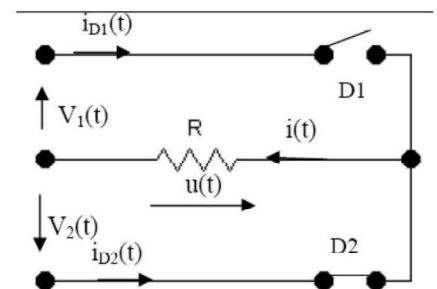

Fig. 09
- pour l'alternance négative de  $e(t)$  (figure 09) :